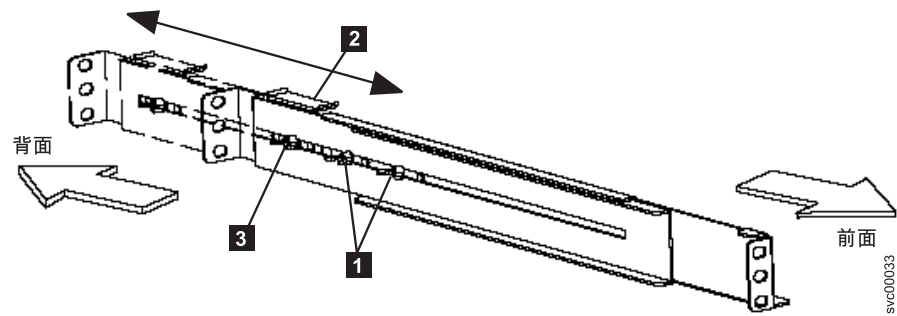

図 27. 2145 UPS-1Uでのレールの縦の長さの調整
4. 両方のレール・アセンブリーのアセンブリー・ウィング・ナット **1** (図 27) を緩め、ラックの縦の長さに合わせてレール・サイズを調整します。
5. 後部の押さえブラケット (図 27 の **2**) をレール・アセンブリーの端に位置付け、ウィング・ナット (図 27 の **3**) を締めます。